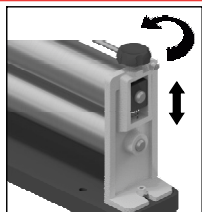

Figura 7
- Proceda com regulagem da abertura entre as moendas (10 e 11), soltando ou apertando os reguladores (15, figura 7), conforme a espessura desejada para a massa a ser sovada.
-Em seguida posicione a massa entre as moendas (10 e 11) e gire o cabo (5), finalize assim que se obter o ponto desejado.